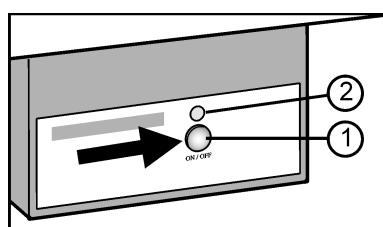

Fig. 17
- Нажмите и удерживайте кнопку On/Off *Fig. 17 (1)* так, чтобы светодиод *Fig. 17 (2)* загорелся.